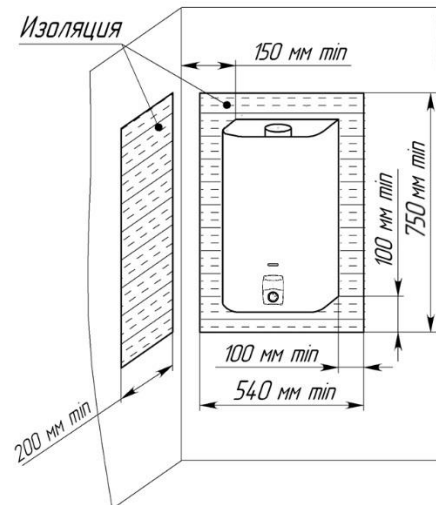

Рисунок 4. Установка аппарата на трудногорючих стенах
- 7.1.6. Допускается установка аппарата на трудногорючих стенах при условии изоляции стены оцинкованным листом толщиной $0,8 \dots 1\text{ мм}$ по листу базальтового теплоизоляционного картона БТК толщиной $3 \dots 5\text{ мм}$. Изоляция стены должна выступать за габариты корпуса аппарата не менее чем на 100 мм с каждой стороны (рис. 4).